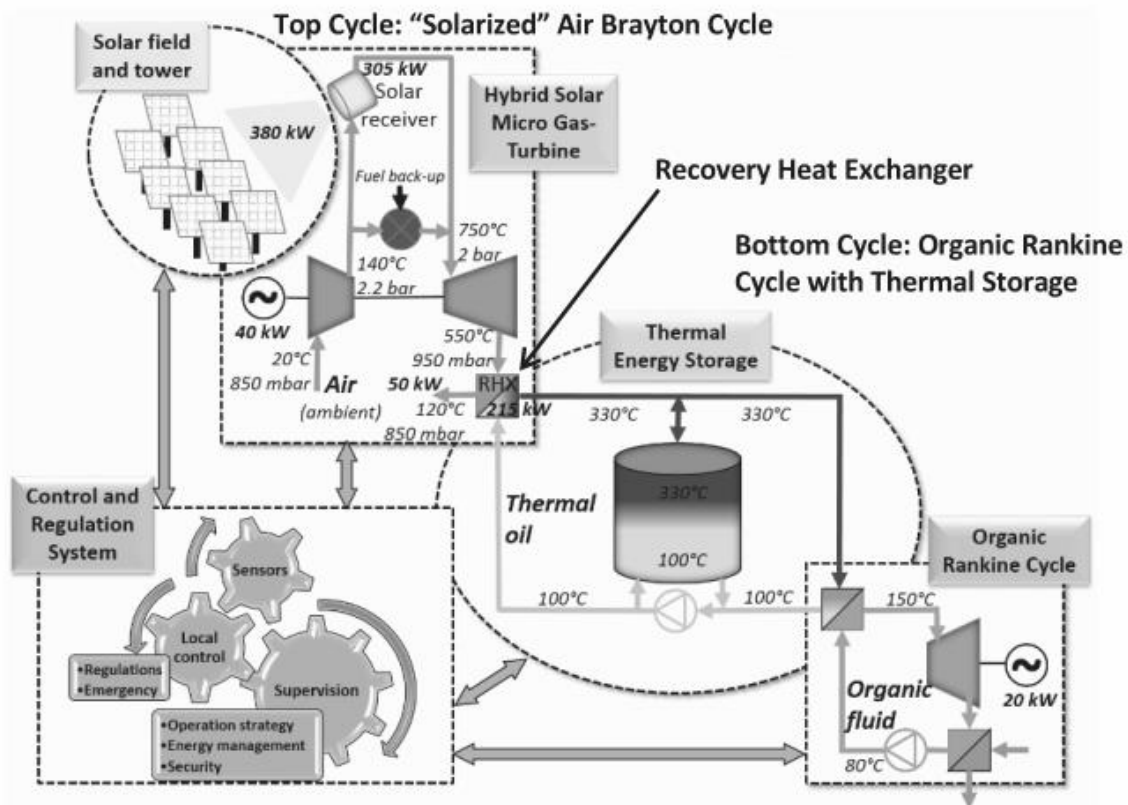

FIGURE 3 : schéma de principe au début du projet POLYPHEM (stade recherche)
**Q.18** Pourquoi la pression d'admission  $P_a$  n'est-elle pas prise égale à 1 bar dans le projet POLYPHEM (voir Figure 3) ?
On donne les valeurs suivantes, légèrement différentes de celle du projet de recherche schématisé **FIGURE 3** (Sources POLYPHEM WP4) :